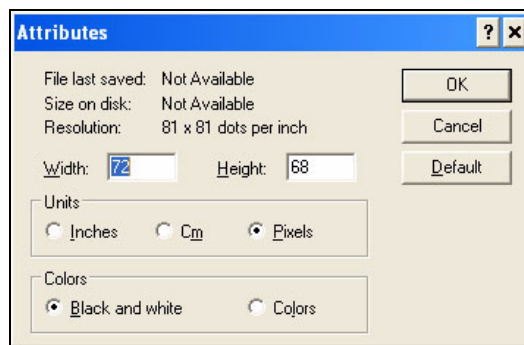

Abbildung 5-45: Bild-Attribute
- c. Die Farbuordnung des Bildes als Schwarz-Weiß wählen. (Siehe Abbildung 5-45 auf Seite 5-52)